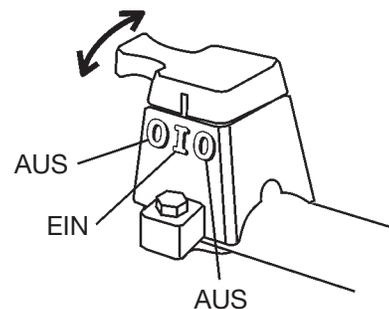

Abb. 23. Motorschalter (auf Griffstange)
2. Sicherstellen, dass beide **Motorschalter (auf der Griffstange und am Motor)** auf **OFF (AUS)** stehen, um ein versehentliches Anlassen zu verhindern (Abb. 23 und 24).
Der **Motorschalter** auf der Griffstange (Abb. 23) dient sowohl als **Not-Aus-Schalter** für den Motor als auch als **Hauptschalter des Geräts**. Er ermöglicht ein Abschalten des Fugenschneiders in sicherer Entfernung von beweglichen Teilen.
6. Die **Motorschalter/** (Abb. 23 und 24) auf **ON** (EIN) stellen.